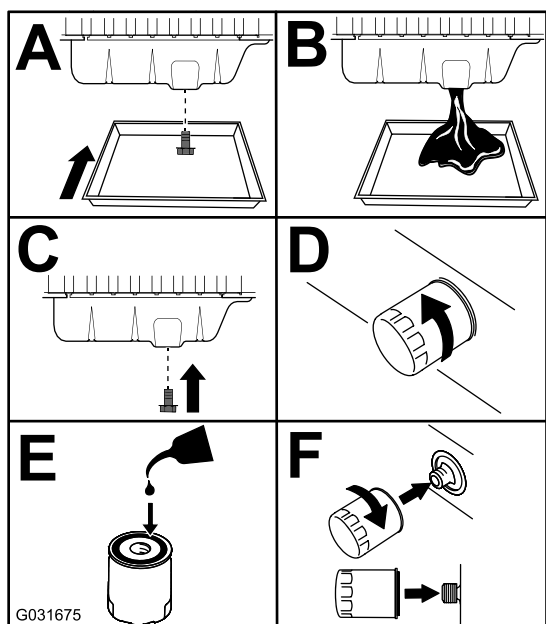

Рисунок 81
3. Замените моторное масло и масляный фильтр (Рисунок 81).